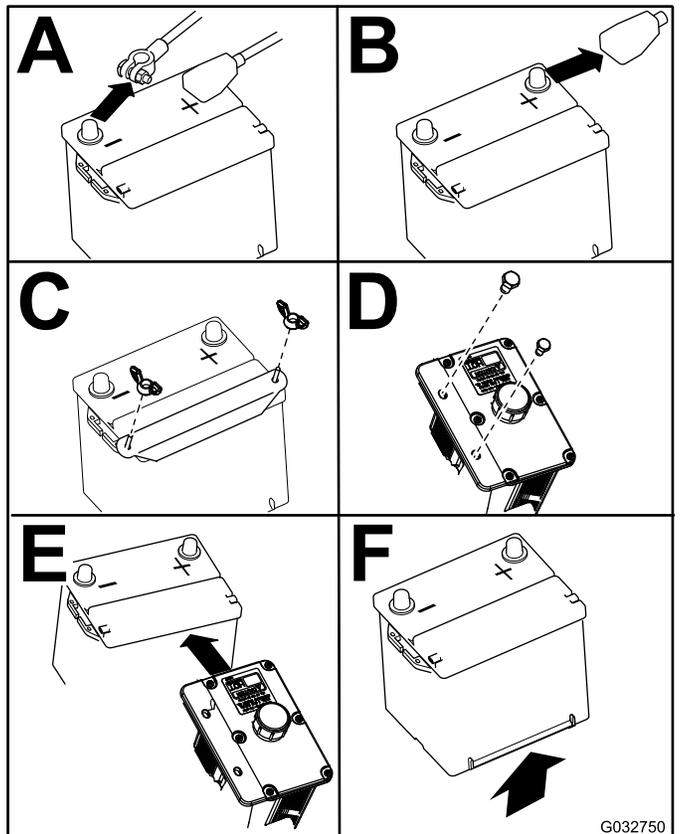

Figure 72
4. Retirez la batterie, comme montré à la Figure 72.